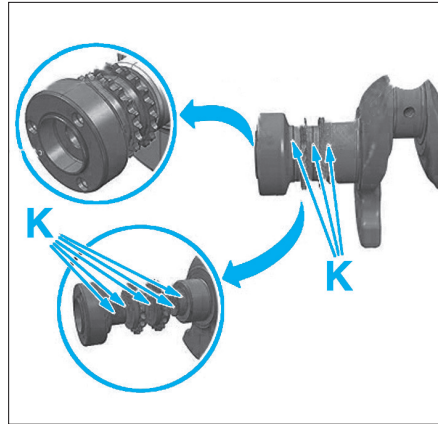

FIG. 22
- Nettoyer puis dégraisser les faces d'appui (K) avant assemblage et serrage, à l'aide d'un produit sec, type nettoyeur frein (Fig.22).